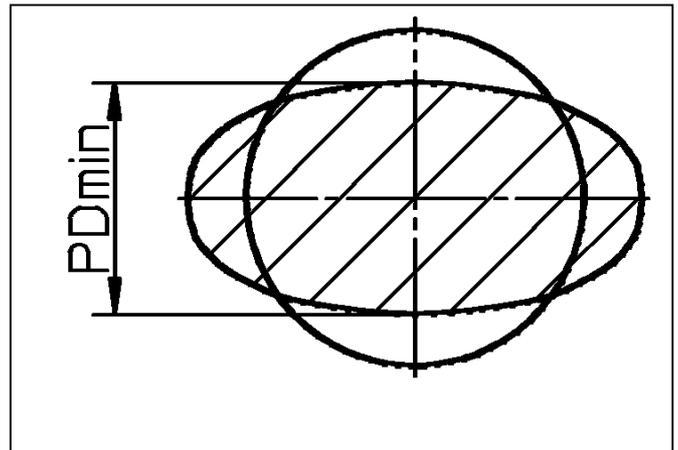

Bild 14
- Weist die Kupplung ein deutliches Verdrehspiel auf, oder ist die Mindest-Pufferdicke ( $PD_{min}$ , Bild 14) nach Tabelle 12 erreicht, empfehlen wir die elastischen Puffer auszuwechseln.